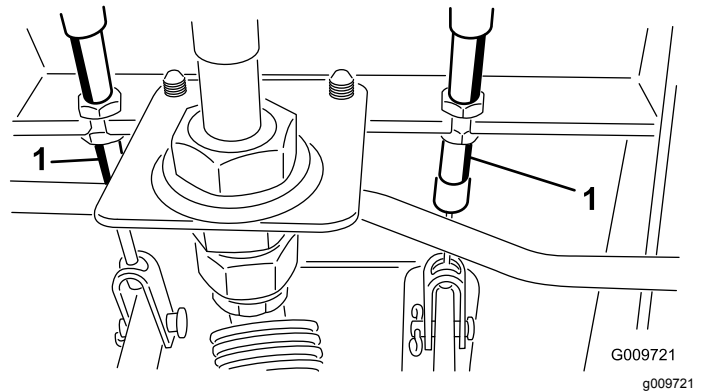

Figura 80
- A. Afloje la tuerca delantera del extremo roscado del cable de freno (Figura 80).